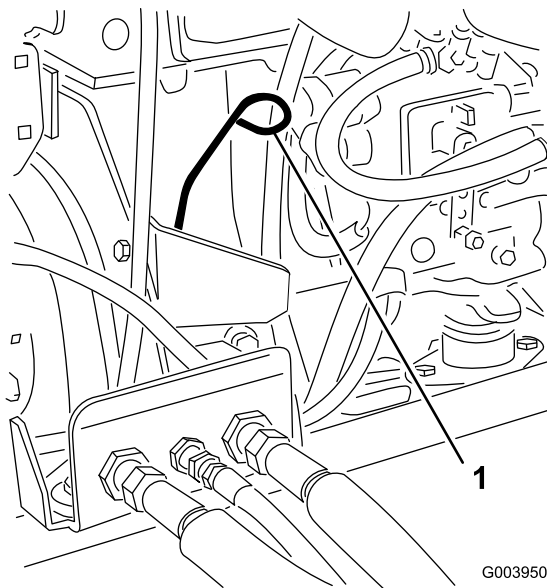

Figura 33
3. Retire la varilla, límpiela, y vuelva a colocarla (Figura 33).